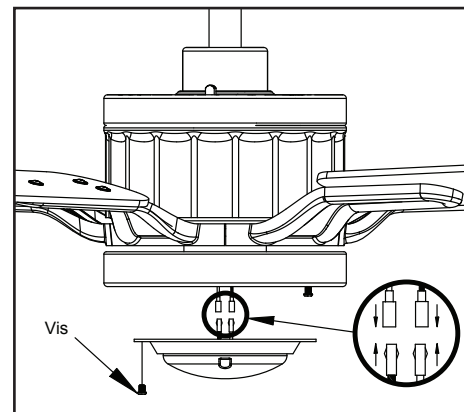

Figure 17
3. Retirez une vis du bac de luminaire et desserrez mais ne retirez pas les deux autres vis. Connectez les fils de l'adaptateur de luminaire aux fils provenant du moteur du ventilateur en branchant les fiches d'adaptation moulées ensemble. Insérez soigneusement tous les fils et les épissures dans le capuchon d'interrupteur. (Figure 17)
4. Poussez l'adaptateur de luminaire vers le haut, de façon à ce que les deux têtes de vis desserrées tiennent dans les fentes en trou de serrure. Tournez l'adaptateur de luminaire dans le sens horaire et serrez les vis. Réinsérez la vis qui a été retirée à l'étape 3 et serrez-la fermement. (Figure 17)